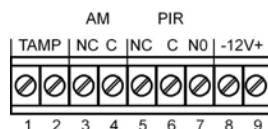

Fig. 4 Morsettiera I Terminal block I Bloque de terminals I Plaque à bornes
8. Conectar los alambres en los bloques de terminales(Fig. 4)
Conexiones del bloque de terminales (véase la Fig. 4)
8. Reliez le fil au bloc terminal. (Fig 4)
Connexions de la plaque à bornes (Voir Fig.4).